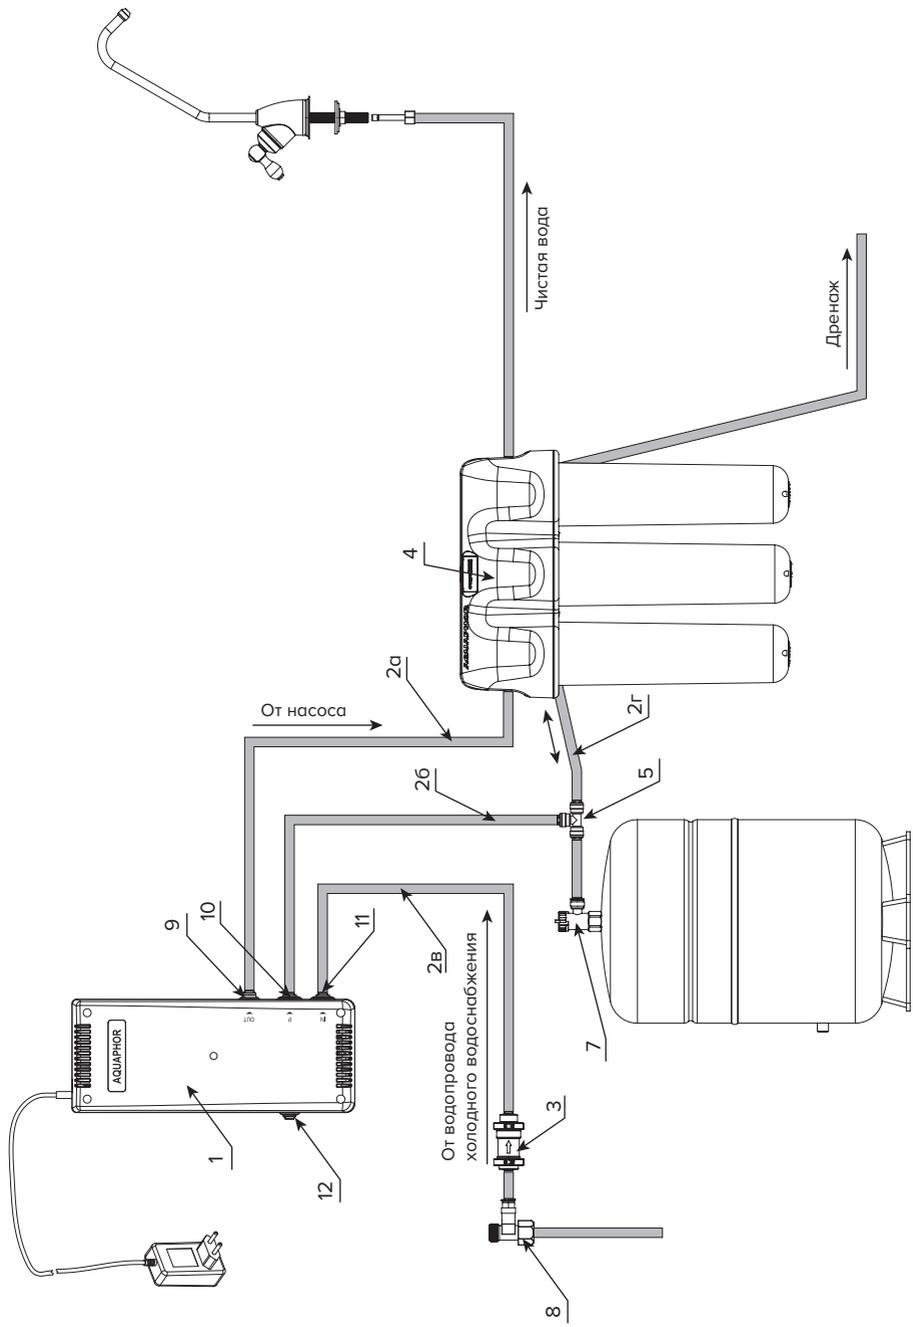

Рисунок 8. Схема подключения КГД водоочистителю Аквафор OSMO Pro 50 (OSMO Pro 100)
ПОДКЛЮЧЕНИЕ КПД К ВОДООЧИСТИТЕЛЮ АКВАФОР OSMO Pro 50 (OSMO Pro 100) (рис. 8)
- Отсоедините трубку (2а) от штуцера узла подключения (8).
- Трубку (2а) подсоедините к штуцеру (9) КПД.
- Трубку с редуктором (3) подсоедините к штуцеру узла подключения (8). Убедитесь, что направление стрелки на корпусе редуктора соответствует показанному на рис. 8. Далее соедините редуктор со штуцером (11) КПД трубкой (2в).
- Отсоедините трубку (2г) от выходного штуцера крана накопительного бака (7). На ее место установите трубку с тройником из комплектации КПД (5).
- К свободным выходам тройника подсоедините трубки (2г) и (2б). Затем второй конец трубки (2б) подсоедините к штуцеру (10) КПД.